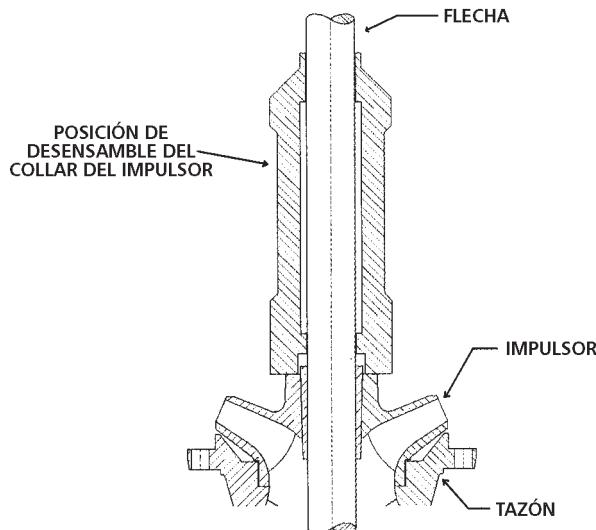

Figura 3 – Propulsor del collar de retención en posición de desensamblaje
- B. Jale la eje lo más que pueda y golpee el cubo del impulsor utilizando un propulsor de collar cónico o equivalente deslizandolo por la flecha bomba para separar el impulsor del collar de retención. *Vea la Figura 3.*